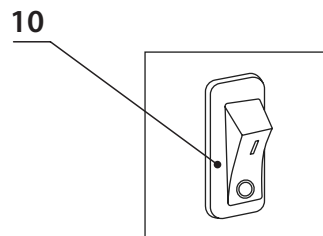

Рис. 1
Однофазный коллекторный двигатель, ремённая передача, эксцентриковый механизм и одноцилиндровый поршневой компрессор закреплены на металлическом суппорте и закрыты пластиковым корпусом (Рис. 1, п. 7). Вращение с якоря электродвигателя передаётся ремнём на шкив ведомый. Эксцентриковый механизм преобразует вращательное движение вала ведомого шкива в возвратно-поступательное движение штока с поршнем. Сжатый воздух из цилиндров подаётся в ресивер (Рис. 1, п. 6), где достигает максимального давления – 8 бар. Реле давления отключает двигатель при достижении максимального давления в ресивере. К выходному быстротсёмному штуцеру подключается пневмоинструмент. При снижении давления в ресивере ниже диапазона рабочего давления реле давления включает двигатель компрессора.
- 6.5 Установите амортизаторы (Рис. 1, п. 4), если они не были установлены.
- 6.8 Обеспечьте свободный доступ к выключателю (Рис. 1, п. 10), выходному штуцеру (Рис. 1, п. 3) и сливному клапану (Рис. 1, п. 5). Для обеспечения хорошей вентиляции и эффективного охлаждения необходимо, чтобы компрессор находился на расстоянии не менее 1 м от стены.